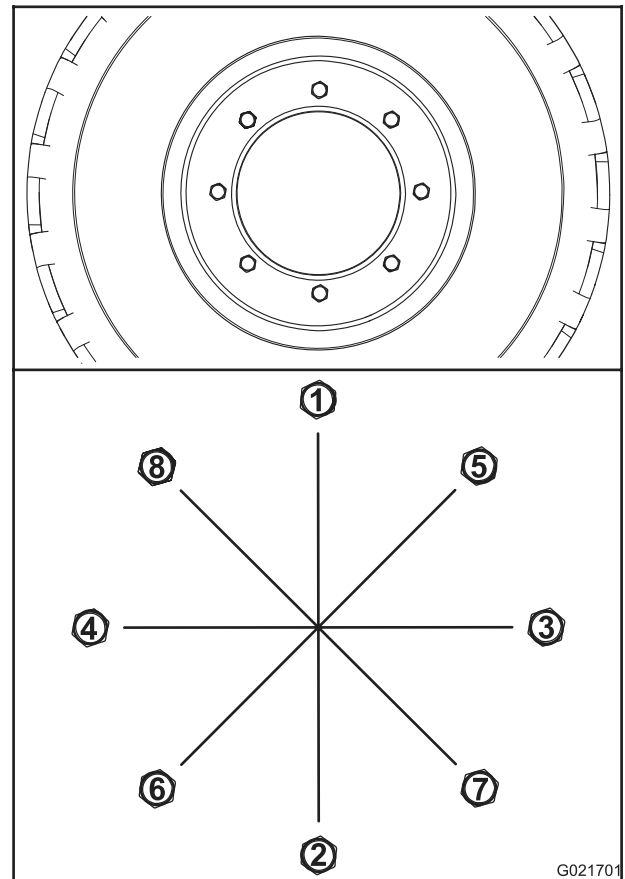

Figure 63
- A. Serrez tous les écrous des roues à un couple de 100 Nm dans l'ordre indiqué à la Figure 63.
- B. Serrez tous les écrous des roues à un couple de 200 Nm dans l'ordre indiqué à la Figure 63.
- C. Serrez tous les écrous des roues à un couple de 300 Nm dans l'ordre indiqué à la Figure 63.